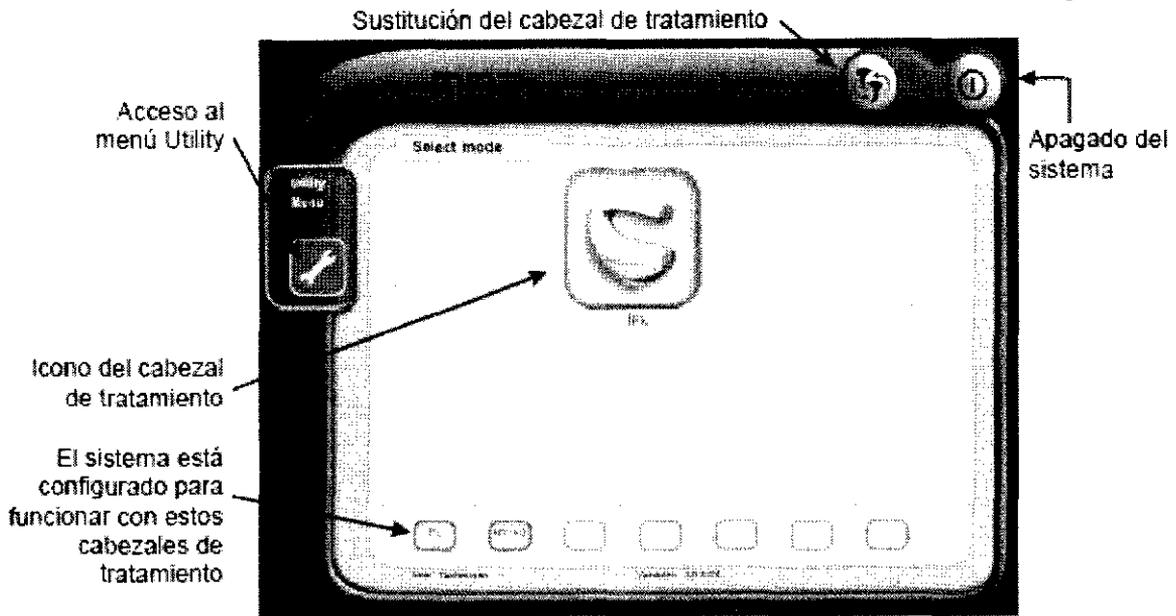

Figura 16 : Pantalla principal de M22
4. Cuando haya terminado de introducir la contraseña, pulse el botón **OK** (Aceptar); el sistema comprobará la contraseña y mostrará la pantalla **principal** del sistema (vea la Figura 16).
La pantalla **principal** (vea la Figura 16) es la primera pantalla de trabajo del sistema. Le permite:
1. Sustituir el cabezal de tratamiento; para ello, pulse el botón de sustitución del cabezal de tratamiento (vea la Figura 16); un mensaje emergente indicará: **It is now safe to replace the treatment head!** (Ahora es seguro sustituir el cabezal de tratamiento) Ya puede desconectar el cabezal de tratamiento y conectar el otro.
2. Acceder a la pantalla **Utility** (vea la Figura 16); pulse el botón para acceder a la pantalla **Utility** (Utilidades).
4. Apagar el sistema; pulse el botón para apagar el sistema (vea la Figura 16).